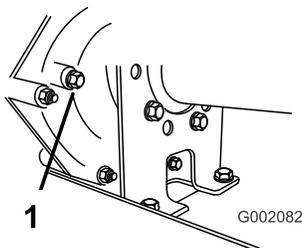

Figure 56
- Enlevez le boulon de l'orifice de l'indicateur de niveau (Figure 56).